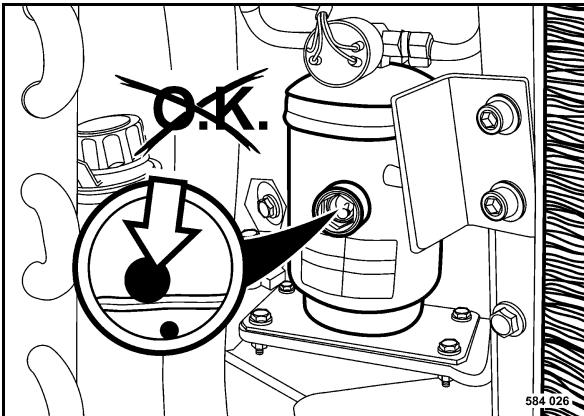

Fig. 140
- Si el flotador esférico blanco (Fig. 140) se encuentra abajo en el cristal de observación de la unidad secadora/colectora hay que informar el servicio posventa.